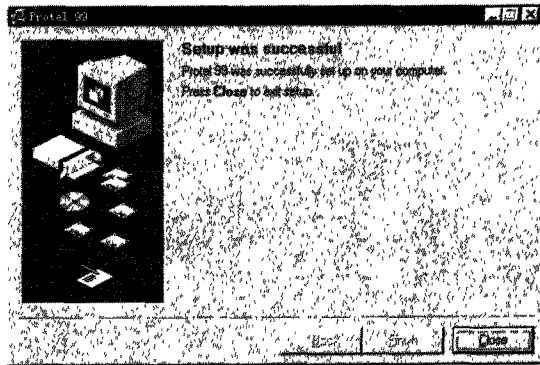

图 1-9 安装结束画面
11) 文件拷贝完后，屏幕上会出现如图 1-9 所示的画面，提示安装过程已经完成。单